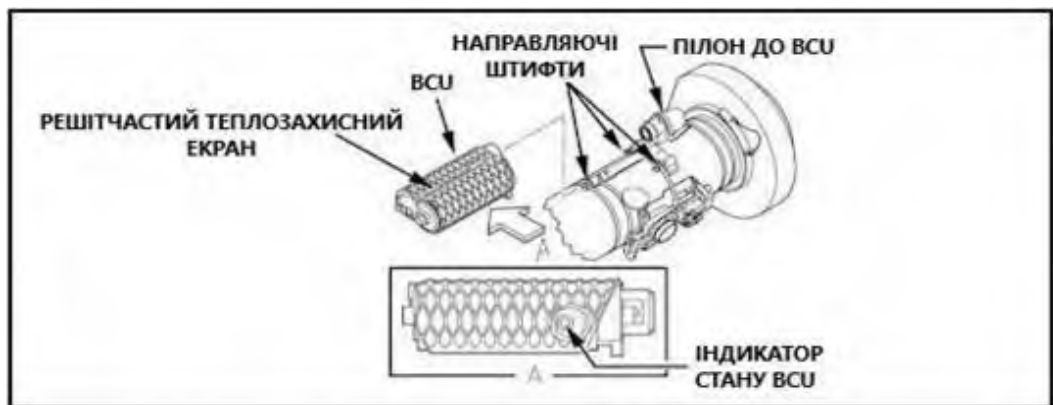

Рисунок 6.56 – Новий блок живлення та охолодження
5) якщо VCU має решітчастий теплозахисний екран (рисунок 6.56), натиснути на засув VCU великим пальцем;